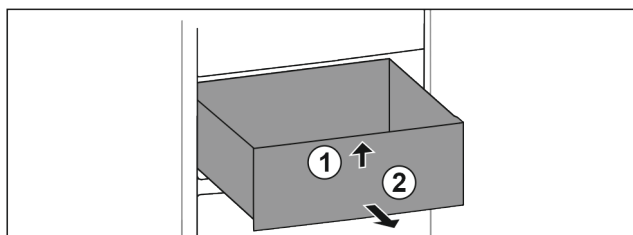

Fig. 84
- Schubfach vorne anheben. Fig. 84 (1)
- Schubfach nach vorne entnehmen. Fig. 84 (2)